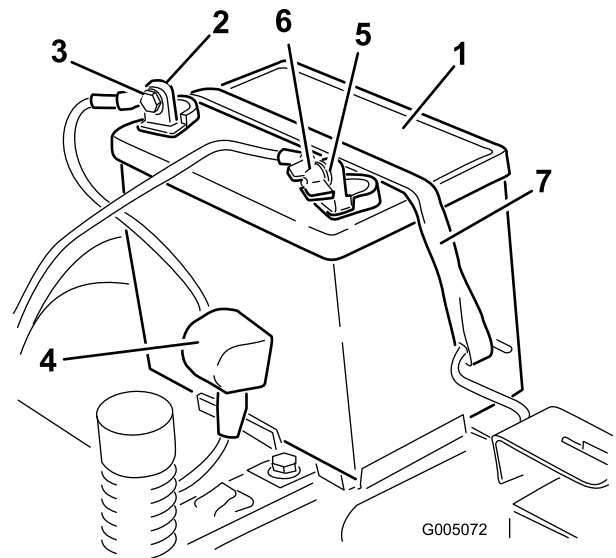

Figura 38
4. Desconecte el cable negativo de tierra (negro) del borne de la batería (Figura 38). Guarde todos los herrajes.
5. Deslice hacia arriba la cubierta de goma del cable positivo (rojo). Desconecte el cable positivo (rojo) del borne de la batería (Figura 38). Guarde todos los herrajes.
6. Retire la correa de sujeción de la batería y levante la batería para retirarla de su bandeja (Figura 38).
1. Coloque la batería en la bandeja (Figura 38).
5. Fije la batería con la correa de sujeción (Figura 38).